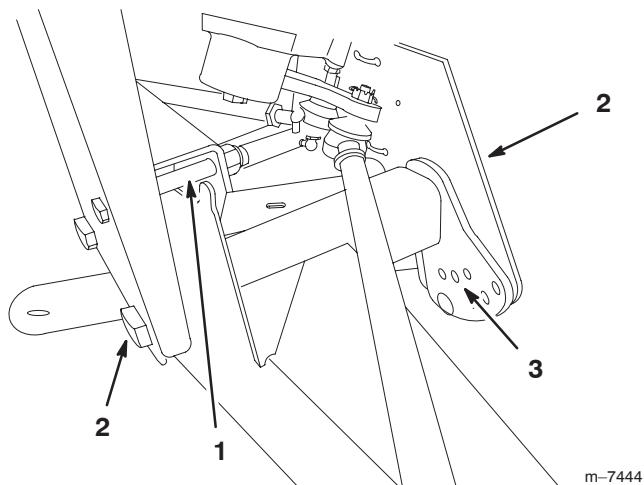

Figure 32
- Enlevez le boulon limiteur de course (Fig. 32).
- Desserrez les boulons de centrage dans le bras triangulé avant (Fig. 32).
- Retirez le boulon de réglage de hauteur de caisse (Fig. 32).
- Tournez le bras triangulé avant à la position voulue (voir la note ci-après), puis remettre en place le boulon de réglage de hauteur de caisse (Fig. 32).
- Remettez le boulon limiteur de course (Fig. 32).